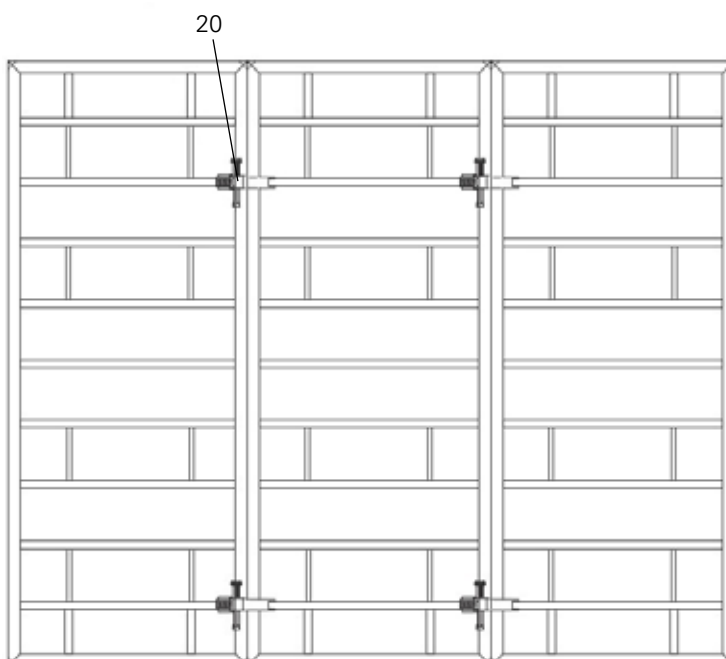

Рис. 7
3 шт. типа BFD (20) при высоте 3 м на типовом стыке с добором (Рис. 7)